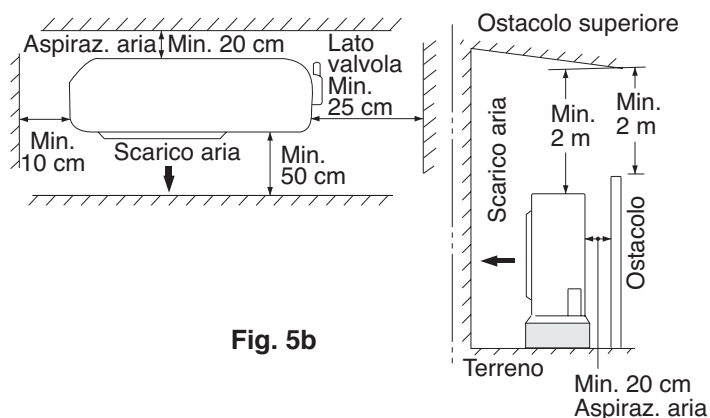

Fig. 5b
- Installare in una posizione dove almeno due dei lati siano liberi in modo che il flusso di aria dalla luce di ingresso o la luce di scarico non sia bloccato ed in modo che vi sia spazio sufficiente per fare la manutenzione come necessario. In generale anche la parte superiore dovrebbe essere libera. (Fig. 5b)